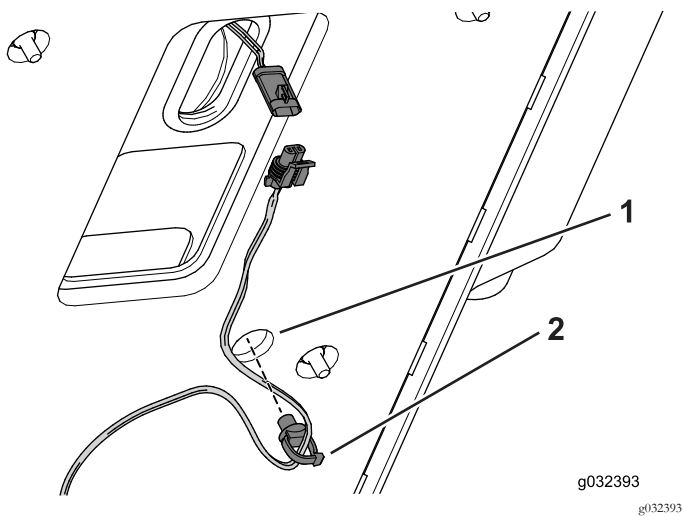

図 4
6. 運転デッキの底部にワイヤクリップを取り付ける 図 4。
7. ワイヤハーネスにシートスイッチを接続する 図 4。